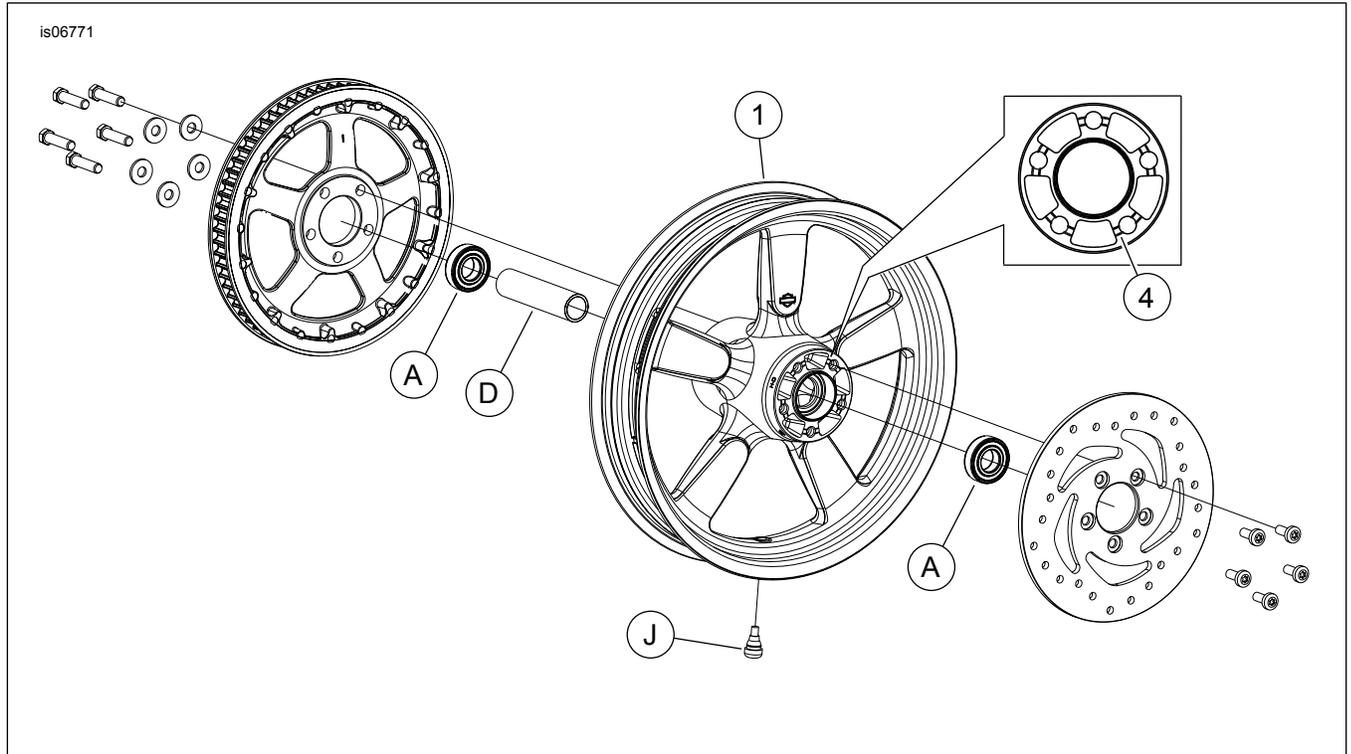

Abbildung 1. Ersatzteile: Hinterrad „Fat-X“
Siehe Abbildung 1 und Ersatzteiletabellen.
2. Siehe Abbildung 1. Die Ventilschaft-Baugruppe (J) am Rad anbringen. Siehe REIFEN im Werkstatthandbuch.